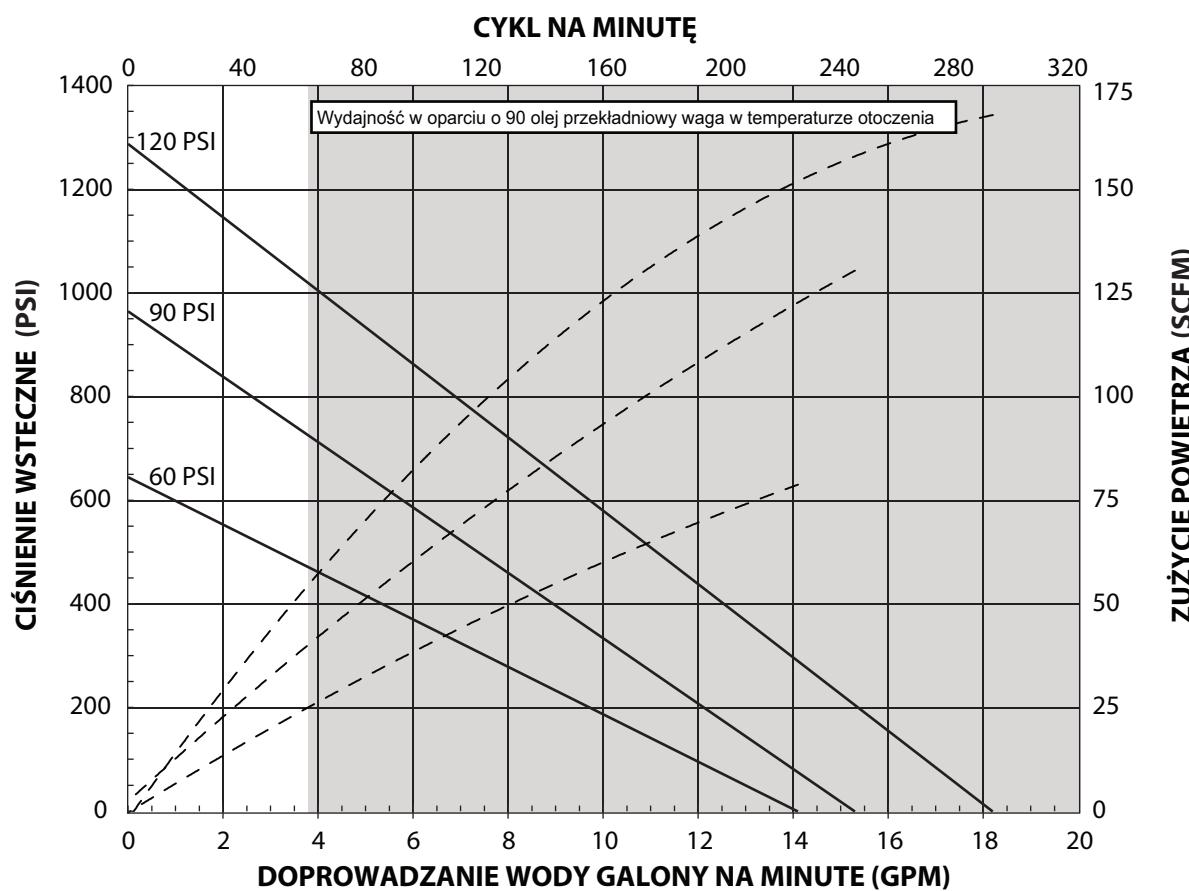

Rysunek 2
- Przy użyciu odpowiednich szczypiec przesunąć pierścień E-ring w górę na tyle, aby umożliwić przemieszczenie tulei w górę i zwolnienie dwóch złączek (patrz rysunek 2).